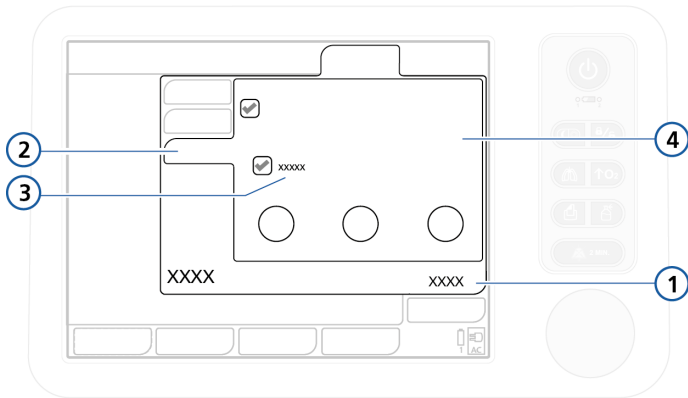

图 4-7. 窒息窗口, 自动按钮
4. 如果适用，打开**控制** -> **窒息**窗口（图 4-7）。根据需要选择或取消选择**后备通气**。
3. 如果适用，打开**控制** -> **窒息**窗口（图 4-7）。